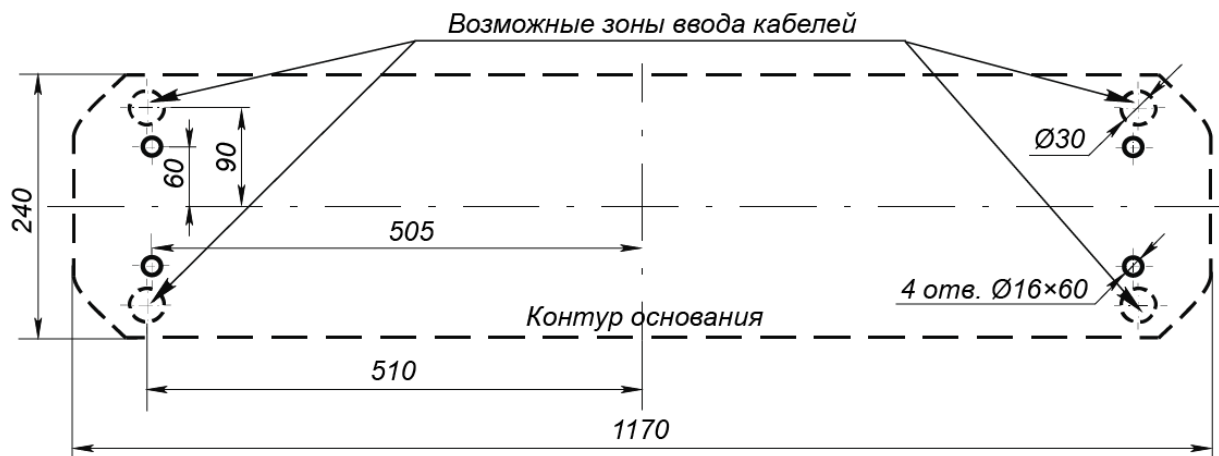
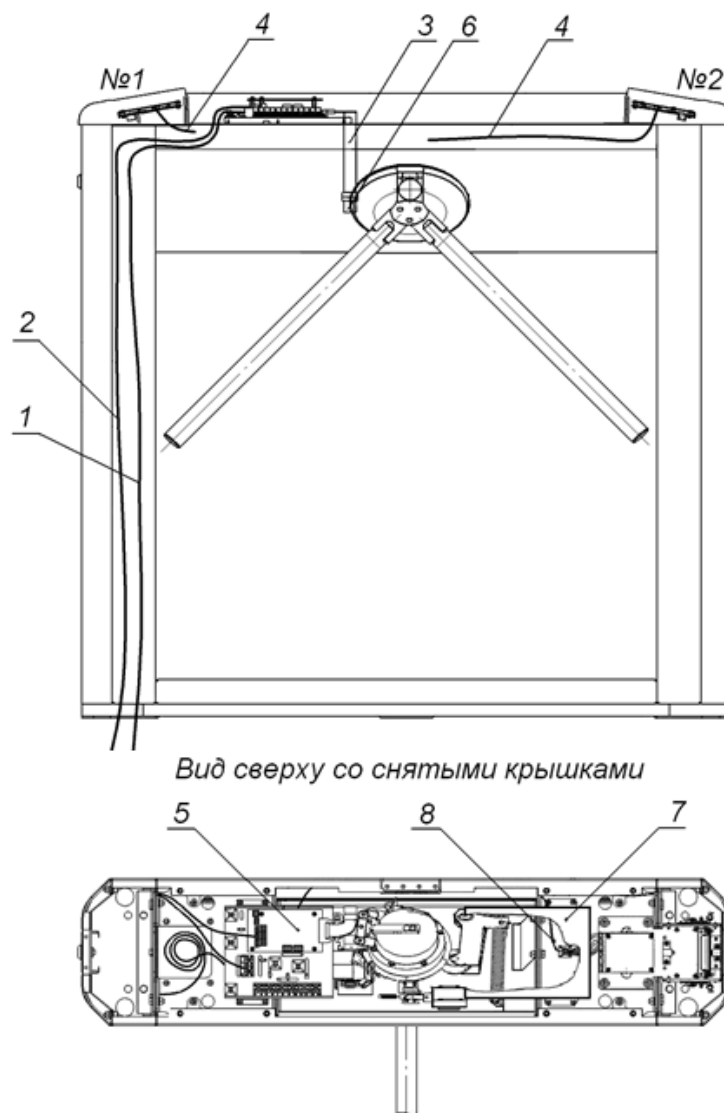
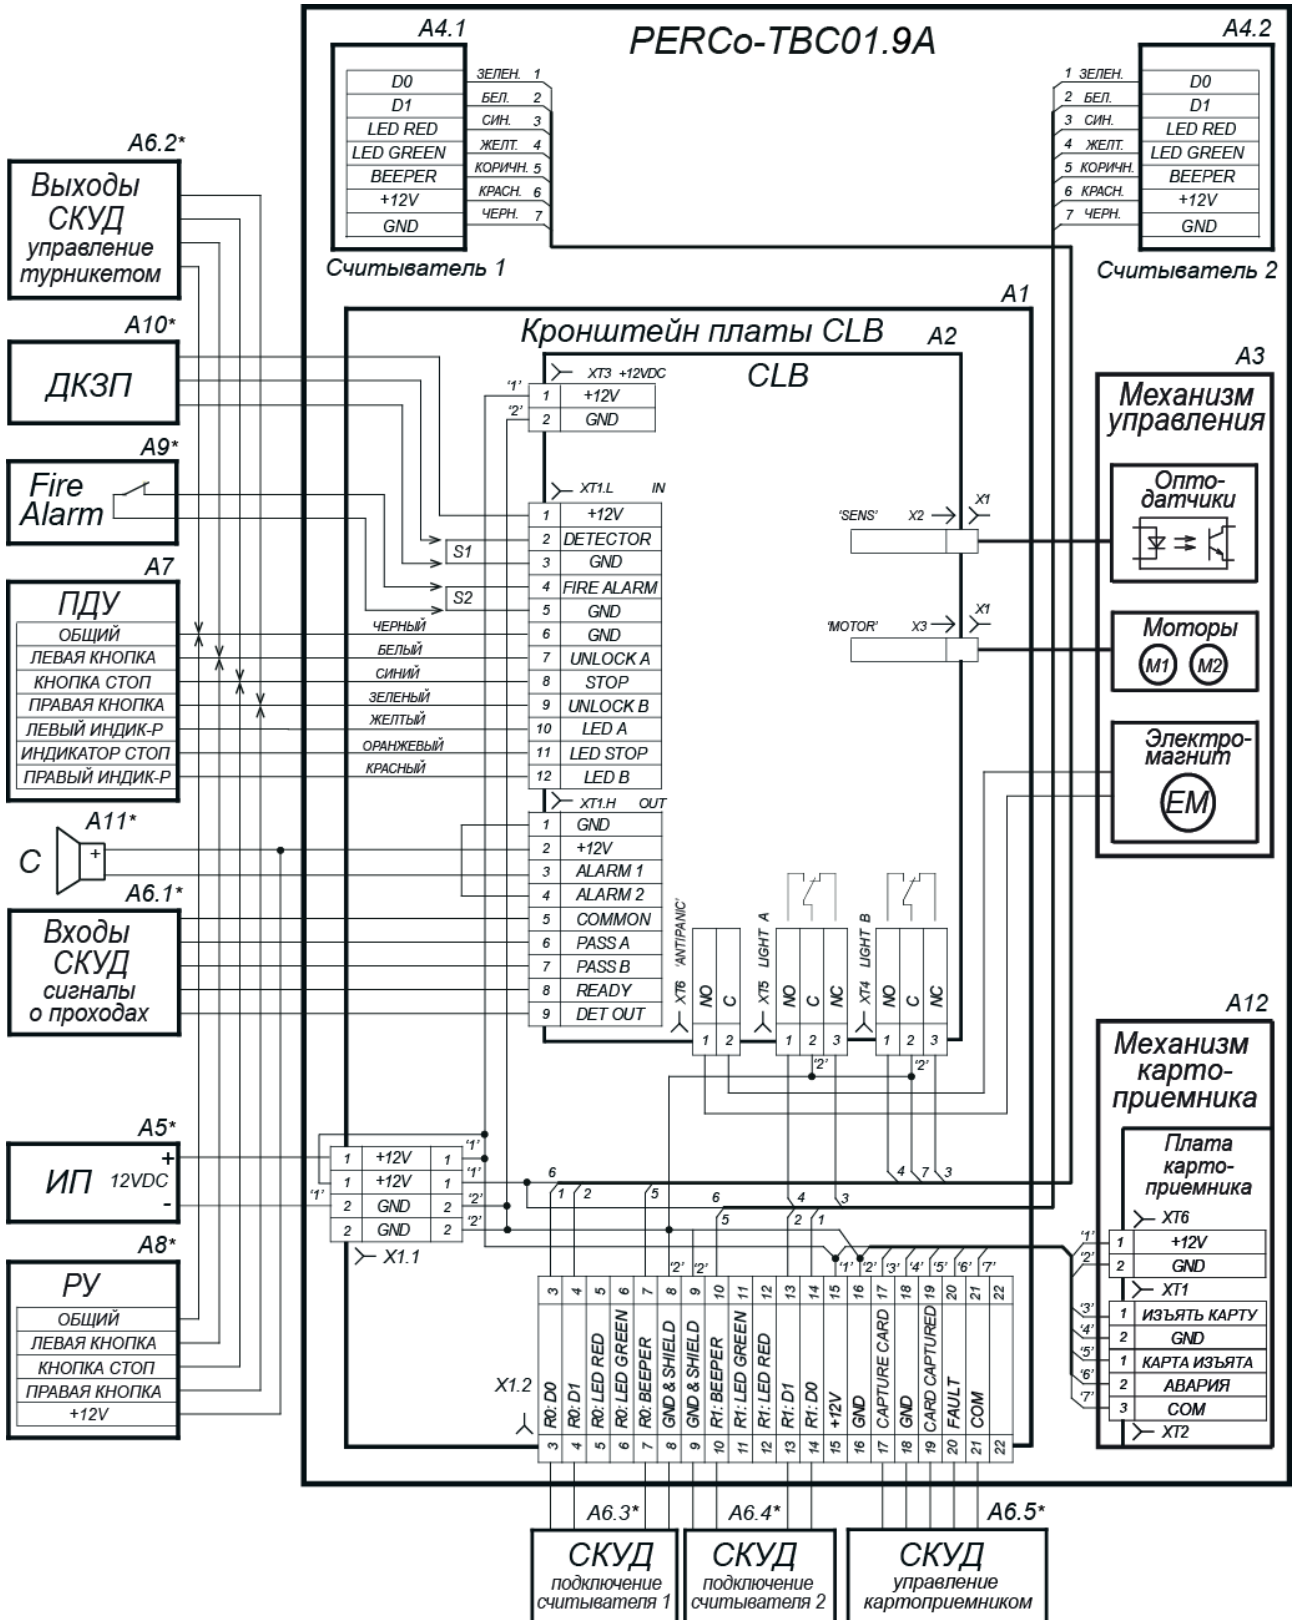

Рисунок 12. Схема разметки для установки стойки турникета¹
Рисунок 13. Схема прокладки кабелей в стойке турникета
Рисунок 14. Схема электрических соединений турникета¹
2. Подготовьте в полу отверстия под гильзы анкеров для крепления стойки турникета (см. рис. 12). При необходимости прокладки кабелей под поверхностью пола подготовьте в полу кабельный канал, подходящий к зоне ввода этих кабелей в стойку турникета. Установку и крепление стойки производите после прокладки всех кабелей в кабельном канале и внутри стойки. Прокладка кабелей внутри стойки показана на рис. 13.
4. Демонтируйте заглушку стойки (7) и контейнер картоприемника (9), открыв ключом замки (8, 10). Установите стойку турникета на гильзы анкеров и закрепите ее болтами М10.
6. Снимите крышку турникета (3), отвернув ключом винт установочный (13) (см. разд. 6).
7. Подключите кабель питания (14) к клеммной колодке **X1.1** (см. рис. 14).
9. Подключите при необходимости кабели от других устройств к соответствующим клеммным колодкам платы управления (см. рис. 5 и рис. 14). Проверьте правильность и надежность всех электрических подключений.
11. Установите на место крышку (3) (см. разд. 6), заглушку стойки (7) и контейнер картоприемника (9) в порядке, обратном снятию.
Возможна установка картоприемника с противоположной стороны турникета. При этом торцевые крышки (5) со считывателями свои местоположения не меняют. При производстве механизм картоприемника установлен со стороны считывателя №2 (см. рис. 13).
1. Снимите крышку (3) в порядке, указанном в разделе 6.
2. Извлеките контейнер картоприемника (9), открыв замок (10).
3. Извлеките заглушку (7) с противоположной стороны, открыв замок (8).
4. Демонтируйте торцевые крышки (5); каждая крышка крепится двумя винтами M4×16 и двумя шурупами Ø4,2×19 снизу со стороны контейнера (9) или заглушки (7); кабели считывателей, находящихся внутри крышек, не отсоединяйте.
7. Отсоедините кабель картоприемника (8, рис. 13) со стороны платы картоприемника.
9. Переложите кабель картоприемника (8, рис. 13) на сторону считывателя №1. Для фиксации кабеля используйте самоклеящиеся площадки и пластиковые стяжки, входящие в комплект поставки.
10. Подсоедините кабель картоприемника (8, рис. 13) к плате картоприемника (см. рис. 10) согласно схеме (рис. 14).
11. Установите торцевые крышки (5) в рабочее положение и закрепите в порядке, обратном снятию.
12. Установите в рабочее положение контейнер картоприемника (9) со стороны механизма картоприемника, а заглушку (7) – с противоположной стороны.
13. Установите крышку (3) в рабочее положение (см. разд. 6).
Передача данных от считывателей осуществляется по интерфейсу *Wiegand*. Подключение считывателей к контроллеру СКУД необходимо производить экранированным кабелем в соответствии с рис. 14.
* Линии управления светодиодной индикацией считывателей при производстве подключены к клеммным колодкам **XT4**, **XT5** платы управления (см. рис. 14). Для осуществления внешнего управления индикацией от контроллера СКУД необходимо отключить оранжевые и фиолетовые провода считывателей от разъемов **XT4**, **XT5** платы управления, и подключить их к соответствующим контактам выносной клеммной колодки **X1.2**.
Конструкцией турникета предусмотрена возможность установки платы контроллера СКУД внутрь корпуса турникета. Установка платы осуществляется на кронштейн (7, рис. 13). Максимальный допустимый размер устанавливаемой платы контроллера 160×150×35 мм.
Подключение контроллера к плате управления турникета производится в соответствии с рис. 14. Управление механизмом картоприемника от контроллера СКУД осуществляется согласно требованиям раздела 5.7.